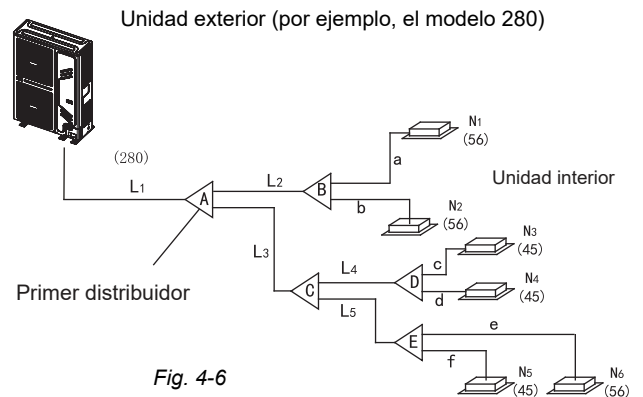

Fig. 4-6
- Tubería principal (consulte la Fig. 4-6 y Tabla 4-4)
En la Fig. 4-6, donde la capacidad de la unidad exterior es de 28kW conectada a la tubería principal L1, compruebe en la tabla 4-4 si el tamaño de las tuberías de gas y líquido son $\Phi 22.2 (7/8)/\Phi 9.5 (3/8)$. Si la longitud de las tuberías de gas y líquido sea $> 90\text{m}$, según la tabla 4-4 y el principio de valor máximo, el tamaño de las tuberías de gas y líquido debería ser $\Phi 25.4 (1")/\Phi 12.7 (1/2)$.